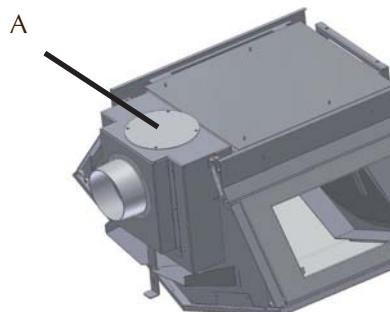

Abb. 6 Deckplatte externe Luftzufuhr
2. Entfernen Sie die Deckplatte der externen Luftzufuhr und der Rückseite des Ofens (siehe Abb.6) und tauschen Sie die beiden Teile aus.